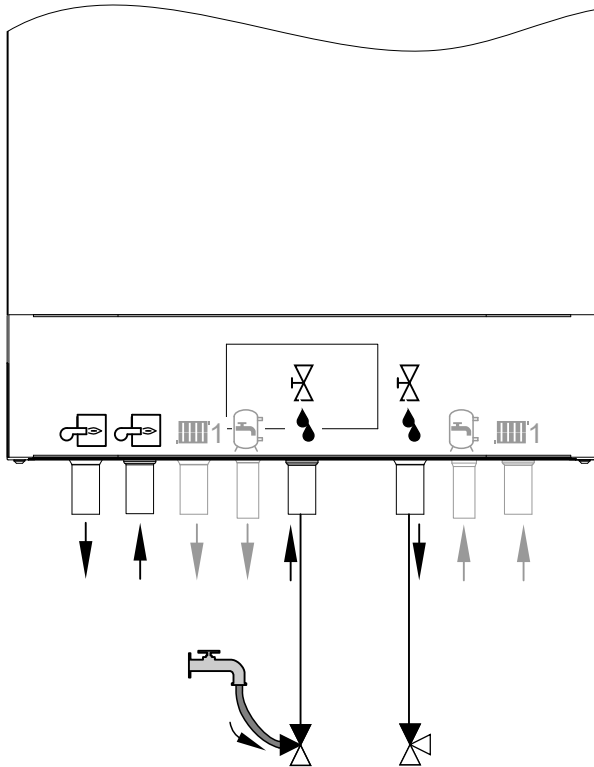

Abb. 57
1. 3-Wege-Kugelhahn im Einlass Befüll- und Spülschluss gemäß Abb. 57 öffnen.